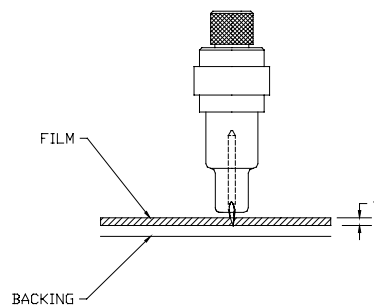

ABB. 1-21
3. Stellen Sie jetzt die richtige Schnittiefe ein, die für den exakten Schnitt des Vinylmediums erforderlich ist, wie in Abb. 1-21 dargestellt. Die Messerspitze soll nur soweit über die Halterspitze hervorsteht, um den Vinylfilm und die Klebeschicht zu durchschneiden, wobei vermieden werden muss, die Polyesterträgerschicht zu durchdringen. Tiefes Schneiden in die Trägerschicht beschädigt die Klinge. Das Durchschneiden des Trägers beschädigt den Schneidstreifen.